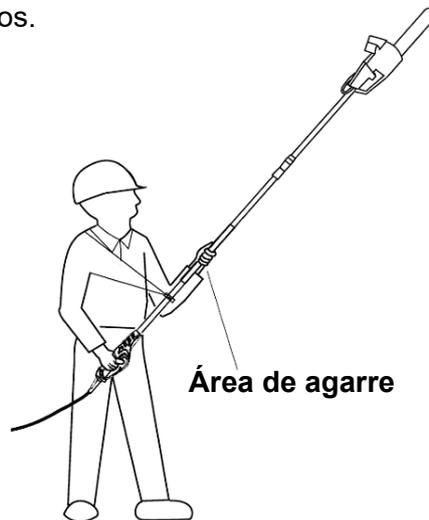

Figura 8
3. Utilice ambas manos para agarrar la sierra de pértiga. Utilice las zonas de agarre designadas y la correa cuando utilice la sierra de pértiga. **(Ver Figura 8)** Agarre firmemente. Los pulgares y los dedos deben envolver el mango de la sierra y el poste.